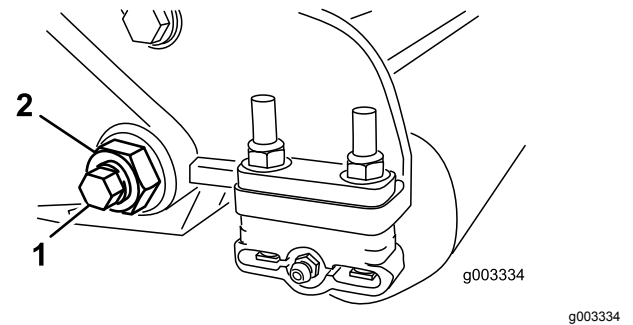

图 29
3. 在机器的另一侧松开固定底刀架螺栓 图 29 的锁紧螺母。
4. 拆下两个底刀架螺栓向下拉动底刀架并从机器螺栓 图 29 上拆下来。